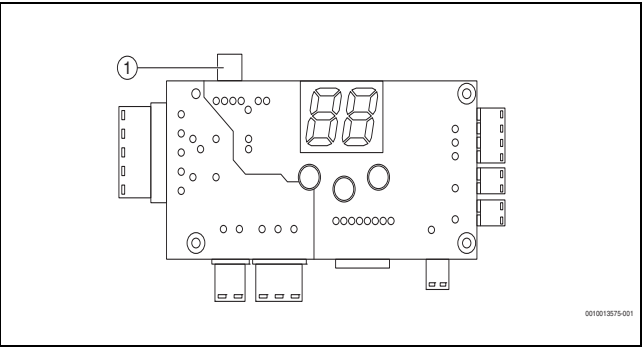
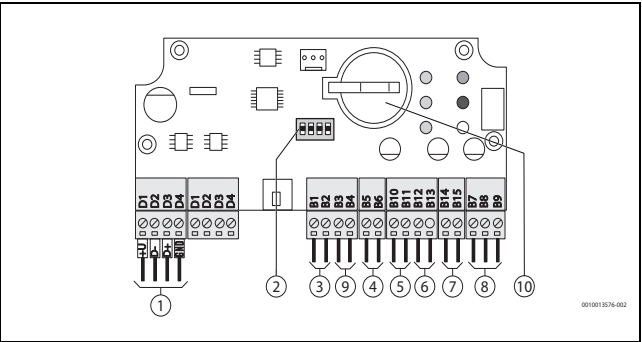

Fig. 3 Racordul D al unității de comandă a cazanului de încălzire
Fig. 4 Racordurile modulului EKR
- ▶ Conectați sistemul de comandă al cazanului de încălzire (racord D → Fig. 3) la bornele marcate ale modulului EKR (racord J1 → Fig. 4, [1]) cu cablul de date. Cablul de date este o parte componentă a livrării.
- Racord B7 (NC), B8 (COM), B9 (NO) (J10) - mesaje de eroare cazan de încălzire
Prepararea apei calde (IDHW) este posibilă numai după conectarea modului EKR și a senzorului de temperatură externă a cazanului de depozitare SEN2 la sistemul electronic al cazanului. Scopul reglării este crearea unei solicitări sau scăderi a timpului de consum al apei calde pentru încălzire. Această funcție este admisă de modulul EKR, care conține un modul RTC (ceas de timp real) pentru calcularea timpului. Din programul temporizat creat astfel, încălzirea apei potabile va fi activată înainte de ora obișnuită pentru consumul de apă potabilă, sau, vice versa, această cerere va fi suprimată. Funcția este activată atunci când rezervorul de apă caldă este instalat și setat cu parametrul SE65 = 1. Parametri (SE65 și SE66) sunt setați deja pentru tipul obișnuit de rezervor. Cealalți parametri sunt identici cu cei pentru prepararea standard a apei calde (cu excepția termostatului de apă caldă). Pentru memoria de timp se utilizează o baterie CR2032 (→ fig. 4, pag. 4, [10]) care trebuie înlocuită la fiecare 5 ani. Durata de viață a bateriei este de până la 10 ani.